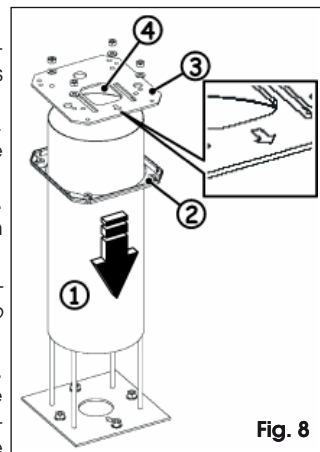

Fig. 8
2. Coloque el tubo de soporte, Fig. 8 ref. ①, en la placa de cimentación.
3. Inserte el cárter de plástico, Fig. 8 ref. ②, y déjelo apoyado en el suelo.
4. Coloque la placa superior, Fig. 8 ref. ③, y pase los cables de conexión por el bolsillo cuadrado, Fig. 8 ref. ④, de modo que sobresalgan unos 600 mm.